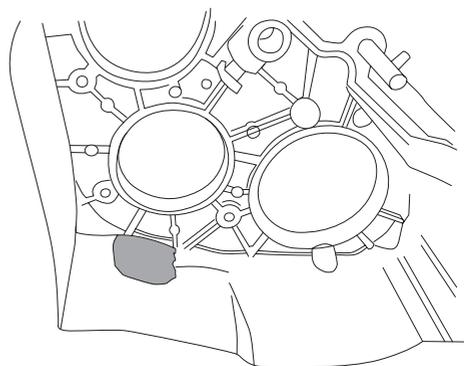

Рис. 3
4. Доработайте данный участок стенки картера раздаточной коробки для дальнейшей установки промвала, используя УШМ или гравер (см. раздел Инструменты) (**Рис. 3**)